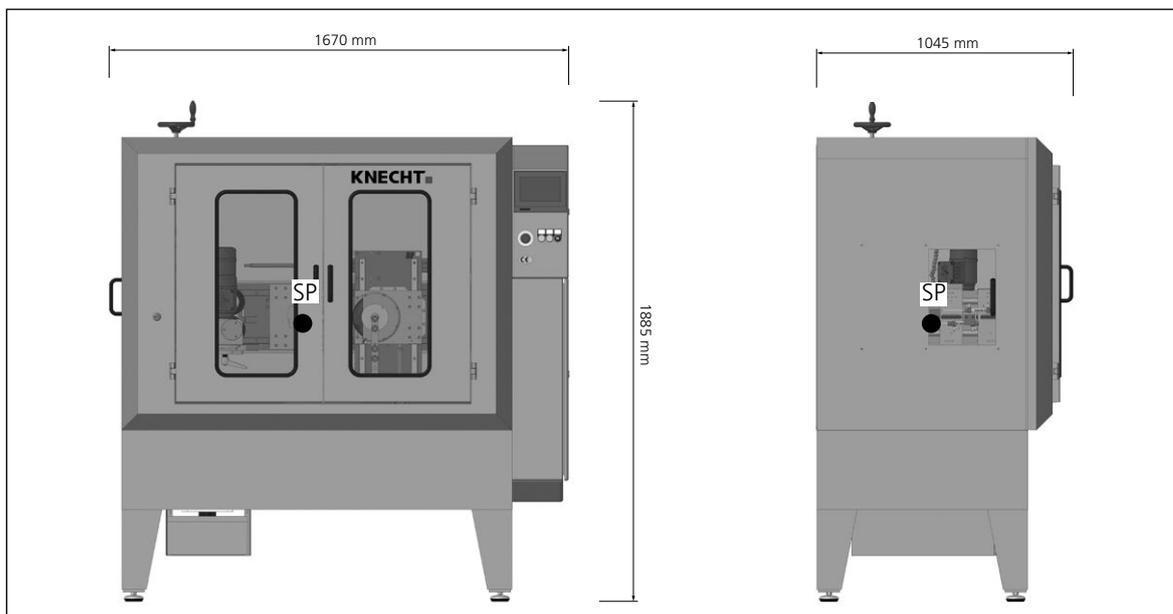

Figura 3-1 Dimensioni in mm e baricentro (SP) della macchina
Durante il trasporto, prestare attenzione al baricentro della macchina. La figura 3-1 mostra il centro di gravità (SP).